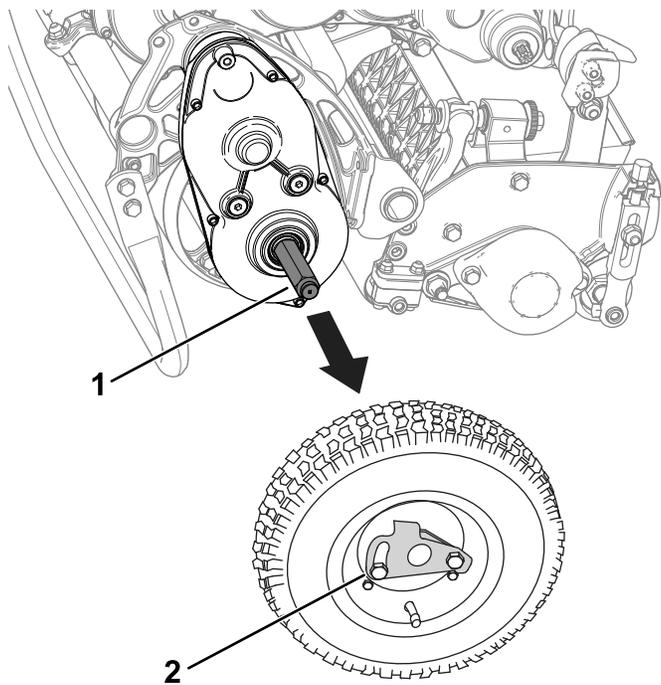

Figura 18
3. Retire las ruedas de transporte empujando los clips de retención de las ruedas para sacarlos de los ejes (Figura 18).